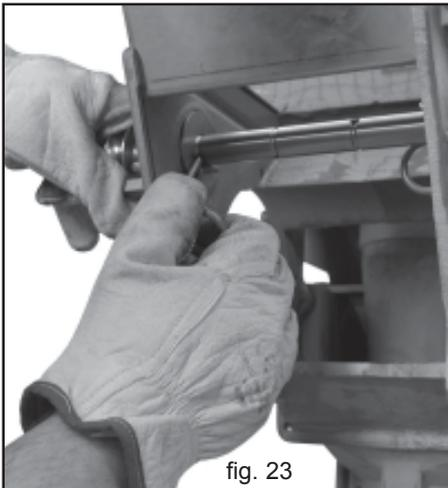

fig. 23
- 2) Alle Rührerelemente aus der Rührwelle ziehen (Abb. 23).